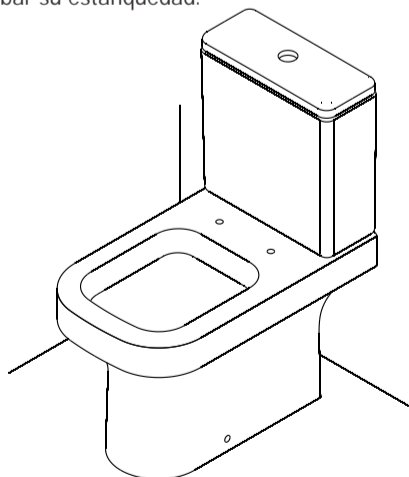

Fig. 7
5 Fixe a louça no piso, de modo que os furos laterais coincidam com o suporte "L" e pressione-a (efetuar esta operação com a ajuda de outra pessoa) (Fig. 6). Com a bacia na posição, fixe-a com o parafuso de fixação lateral e a bucha plástica (itens 5 e 6), e colocar os acabamentos (itens 7) (Fig. 7). Remova o excesso de silicone no contorno da bacia.
Obs.: Para melhor fixação da bacia no piso, rosquear o parafuso (item 5) apontando para baixo (Fig. 7).
With the basin in its position, fit it with the lateral fitting screw and the plastic bushing (items 5 and 6), and place the finishing (item 7) (Fig. 7). Remove the excess of silicone around the contour of the basin.
Obs.: For better fitting of the basin to the floor, tighten the screw (item 5) facing downwards (Fig. 7).
Con el sanitario en la posición, fijelo con el tornillo de fijación lateral y el buje plástico (itens 5 y 6), y colocar los acabamientos (itens 7) (Fig. 7). Quite el exceso desilicona alrededor del sanitario.
Obs.: Para mejor fijación del sanitario en el piso, enroscar el tornillo (item 5) apuntando hacia abajo (Fig. 7).
8 Bacia montada (Fig. 7). Antes de considerar terminada a instalação, testar sua estanqueidade. Assembled basin (Fig. 7). Before considering the installation as completed, test for leaks.
Retrete instalado (Fig. 7). Antes de considerar terminada la instalación probar su estanquedad.